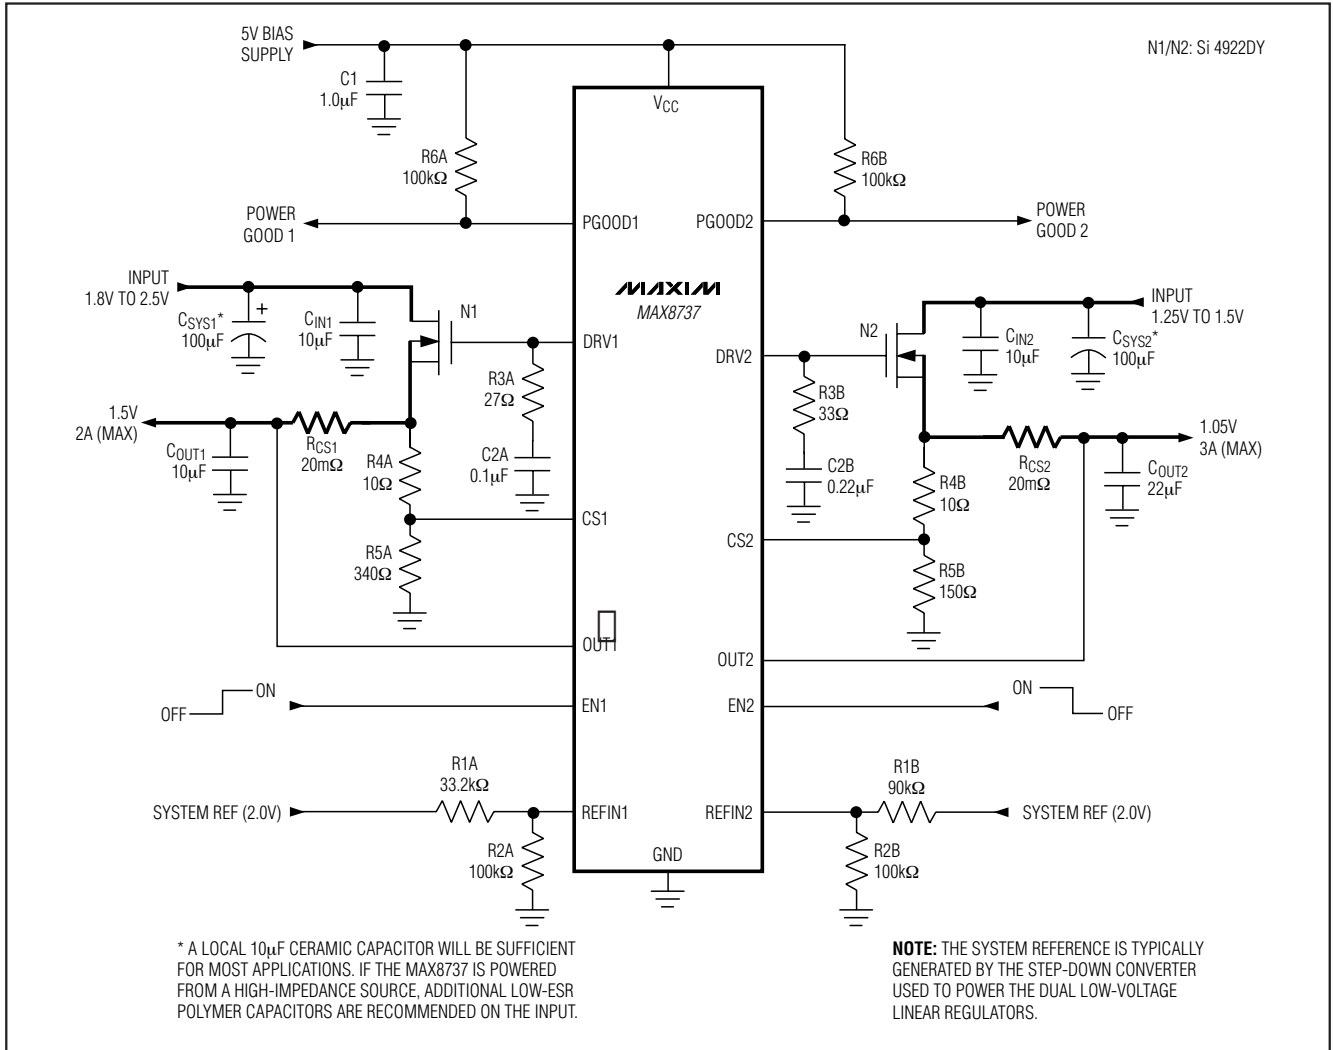

图1. 带电流限制的典型工作电路
(Circuit of Figure 1,  $T_A = +25^\circ\text{C}$ , unless otherwise noted.)
| 2      | CS1             | 用于 LDO1 的电流检测输入正极。使能限流 (折返式) 时，将 CS1 连接到图 1 所示检流元件的正端。超出 10mV (典型值) 的限流门限时，MAX8737 驱动器将减小栅极电压。CS1 接 V CC 时，MAX8737 禁止限流保护功能，同时使能输出欠压保护功能 (见 UVP 短路保护部分)。 |
| 11     | CS2             | 用于 LDO2 的电流检测输入正极。使能限流 (折返式) 时，将 CS2 连接到图 1 所示检流元件的正端。超出 10mV 的限流门限时，MAX8737 驱动器将减小栅极电压。CS2 接 V CC 时，MAX8737 禁止限流保护功能，同时使能输出欠压保护功能 (见 UVP 短路保护部分)。       |
MAX8737通过监测电流检测电阻两端的电压实现电流限制, 从而将 $V_{\text{CS}} - V_{\text{OUT}}$ 限制在 $10\text{mV}$  (典型值) 以内。然而, 在短路情况下, 外部FET的功率损耗非常高。为了保护外部FET, MAX8737使用一个外部电阻分压器 (见图1) 实现折返式限流, 降低整体功耗。
**举例：**以下示例用于说明图1应用电路的稳定性计算。